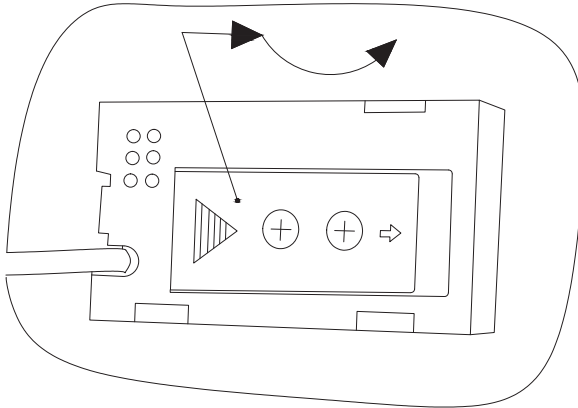

Рис. 5. Замена элементов питания монохромного термометра.
8.6. На панели управления (см.рис. 1, поз.14) находится монохромный энергонезависимый от сети питания термометр, который показывает температуру теплоносителя на выходе из электродкотла. Питание термометра осуществляется от двух батареек формата LR44 или AG13. При отсутствии показаний термометра, откройте крышку электродкотла, замените батарейки согласно рис.5 .